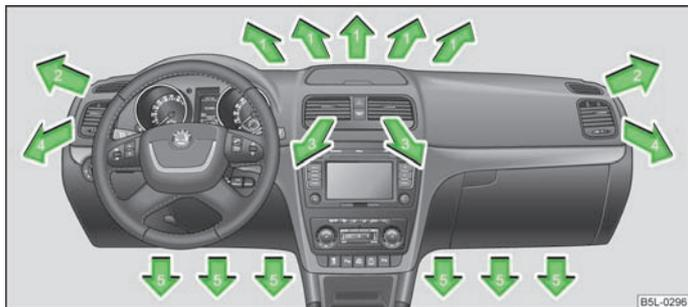
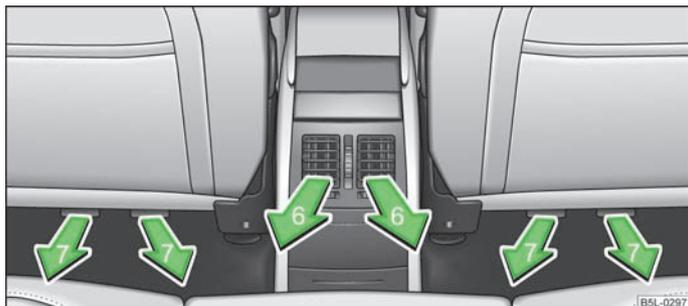

Fig. 86 Diffuseurs d'air avant
Fig. 87 Diffuseurs d'air arrière
➤ Faites tourner la molette horizontale (vers la droite) » fig. 86.
➤ Faites tourner la molette verticale (entre les positions extrêmes) » fig. 87.
Les diffuseurs d'air 3, 4 » fig. 86 et 6 » fig. 87 peuvent s'ouvrir et se fermer séparément.
- Diffuseurs d'air 4 » fig. 86.
- Nous vous recommandons de laisser les diffuseurs d'air 3 » fig. 86 en position ouverte.
- Diffuseurs d'air **4** » fig. 86.
- Nous vous recommandons de laisser les diffuseurs d'air **3** » fig. 86 en position ouverte.